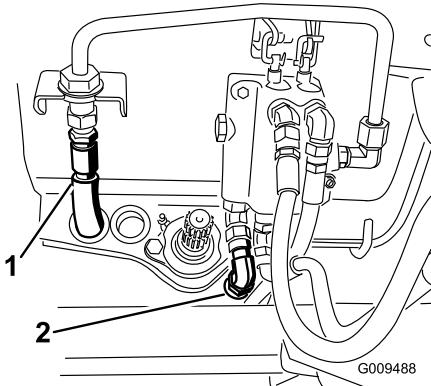

Figura 76
- Desligue a mangueira do depósito da ligação rígida da válvula de controlo (Figura 76).
- Desligue a mangueira de pressão da válvula de controlo (Figura 76).